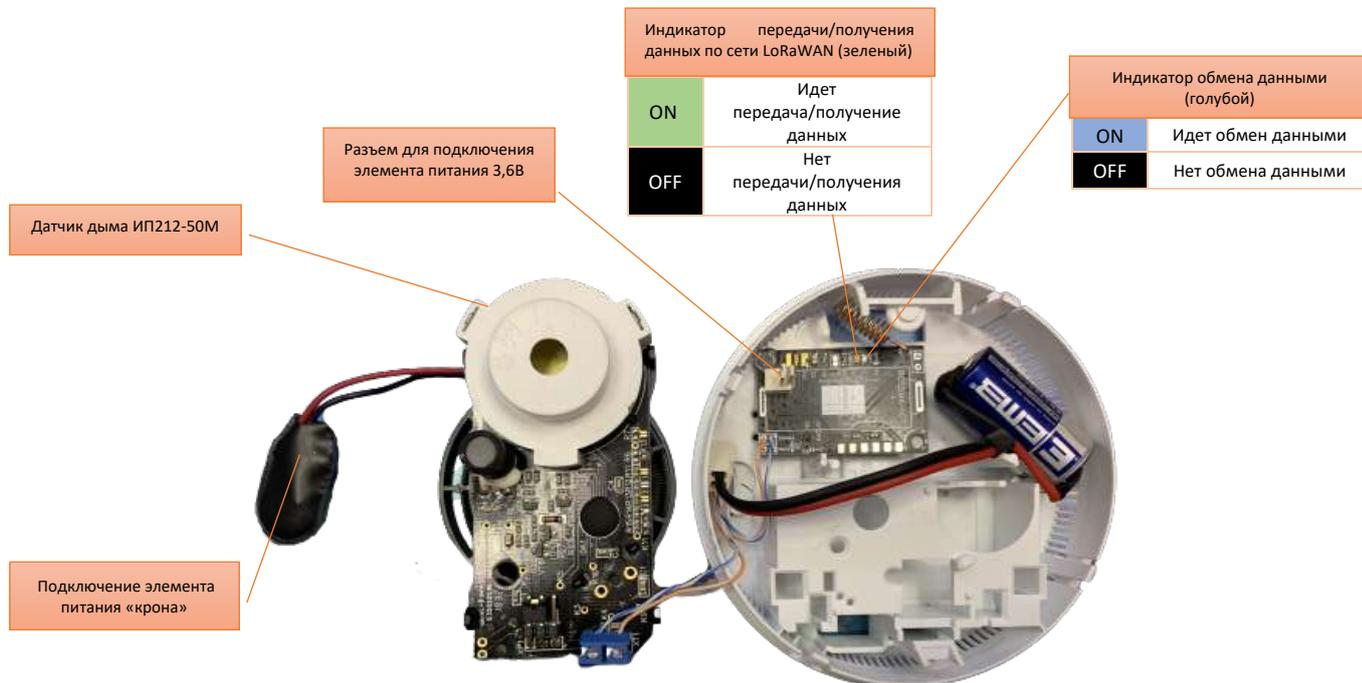

Рис.1 Фото ROSSMA IIOT-AMS SMOKE DETECTOR
- Подключить элемент питания 3,6 В к измерителю-коммутатору при помощи разъема для подключения (рис.1)
- Подключить элемент питания «крона» к датчику дыма при помощи (рис.1)